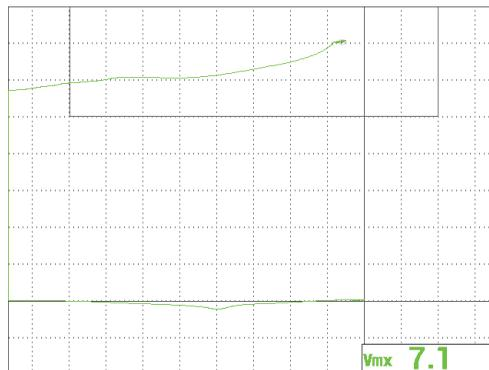

Figura 5-27 Señal en el modo de pantalla completa
8. Pulse la tecla FREEZE (❄️) para descongelar (activar) la adquisición; después, pulse la tecla FULL NEXT (➡️) para cambiar al modo de pantalla completa. Vea la Figura 5-27 en la página 159.